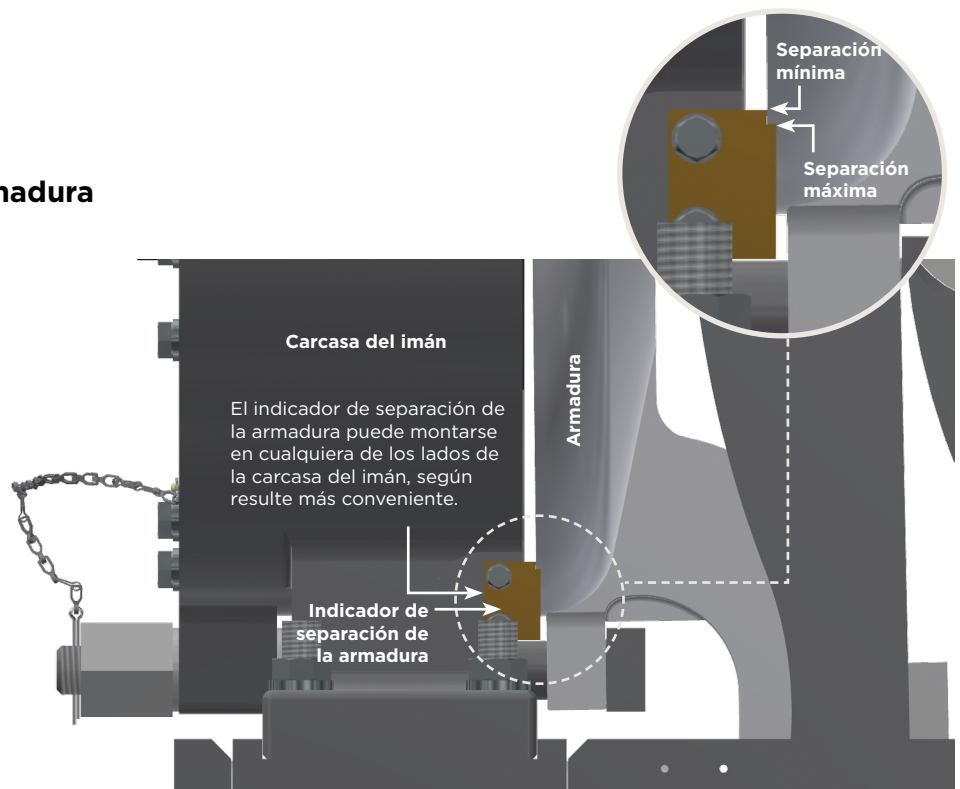

Figura 3: Indicador de separación de la armadura. Se muestra la separación ajustada al mínimo.
El indicador de separación de la armadura (L) muestra los valores mínimo y máximo permitidos para la separación de la armadura. Está instalado en el bastidor, cerca de la parte inferior de la carcasa del imán (consulte la Figura 3).
A medida que el revestimiento se desgasta, la separación de la armadura aumenta. Cuando el freno está en su posición, la separación de la armadura es correcta cuando el interior de la armadura se alinea con el borde interno del paso ranurado del indicador de separación de la armadura (L). El límite máximo permitido para la separación se señala en el borde exterior del paso ranurado del indicador de separación (Figura 3). La separación de la armadura debe volver a ajustarse antes de que alcance el límite máximo permitido. Consulte la sección Ajuste de la separación de la armadura en la página 5.